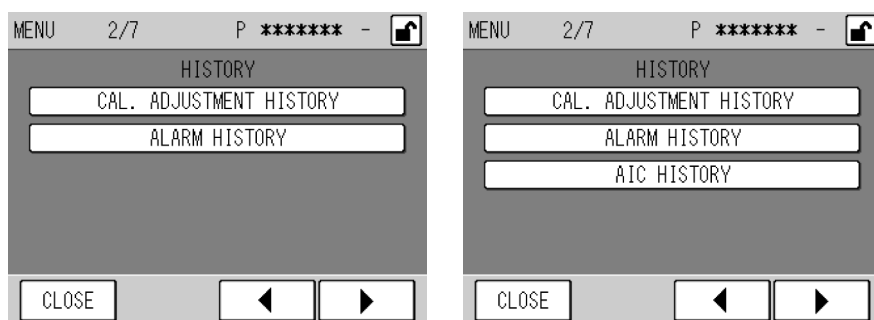

Fig. 49 MENU/HISTORY screen
- HISTORY (Fig. 49 on page 40)